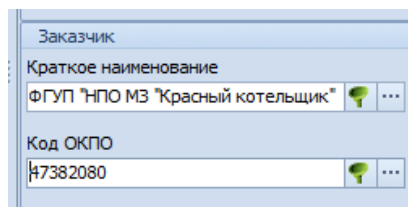

Рисунок 41. Пример отображения контрагента в блоке "Заказчик"
- в поле атрибута «Код ОКПО» появится, соответствующий заказчику восьмизначный цифровой код предприятия, согласно *Общероссийскому классификатору предприятий и организаций* (рис. 41).